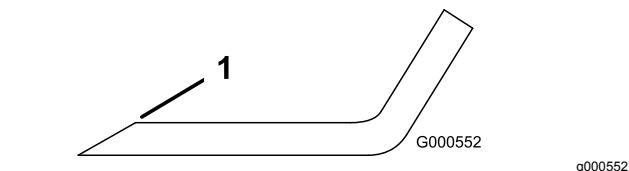

Figure 47
**Remarque:** Si la lame est déséquilibrée, limez un peu l'extrémité de la partie relevée seulement (Figure 47).